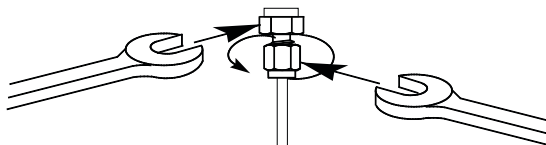

Figura 56. Aperto final
- Para conexões Swagelok de 1/8 pol., use duas chaves de boca de 7/16 pol. para apertar a conexão 3/4 de volta. Consulte **Figura 56**.
Para conexões de 1/4 pol., use duas chaves de boca de 9/16 pol. para apertá-las 1-1/4 de volta, conforme mostra a **Figura 56**.